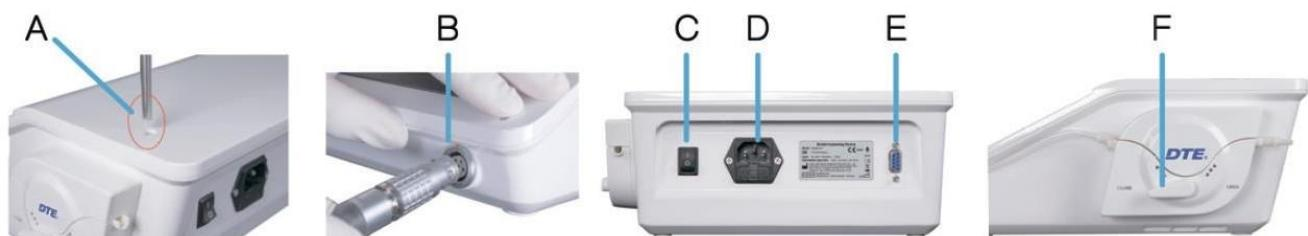

Рис. 3
Вставьте держатель для физраствора в специально предназначенные для этого отверстия (Рис.3 - A);
Подсоедините ножную педаль к корпусу основного блока, вставив штекер в соответствующий разъём (Рис.3 - E);
Подключите кабель питания в разъём на корпусе устройства (Рис.3 - D) и затем в розетку электропитания;
Вставьте кабель наконечника в специально отведенное для этого отверстие (Рис.3 - B);
Нажмите кнопку включения/выключения on/off (Рис.3 - C) и используйте прибор по назначению.
4. Убедитесь, что наконечник Surgery-X LED правильно подключен к разъему для кабеля наконечника (рисунок 3 – поз. В);